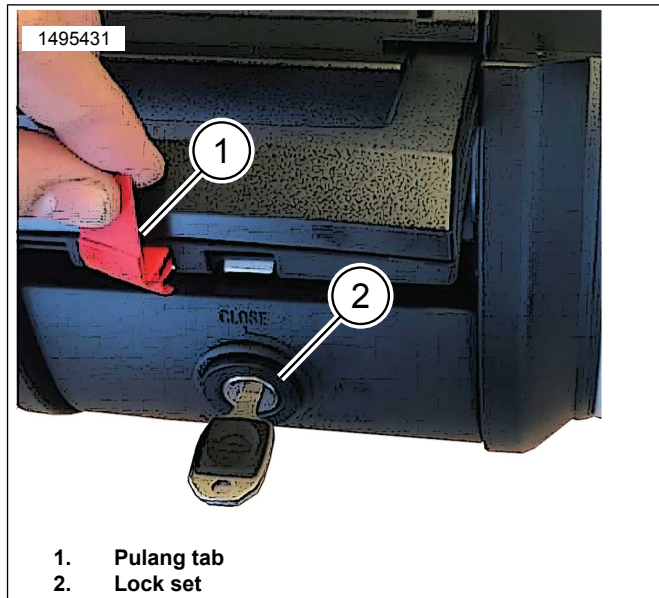

Figure 12. Hawakan ng Top case
7. Figure 12 Tanggalin ang pulang tab (1).